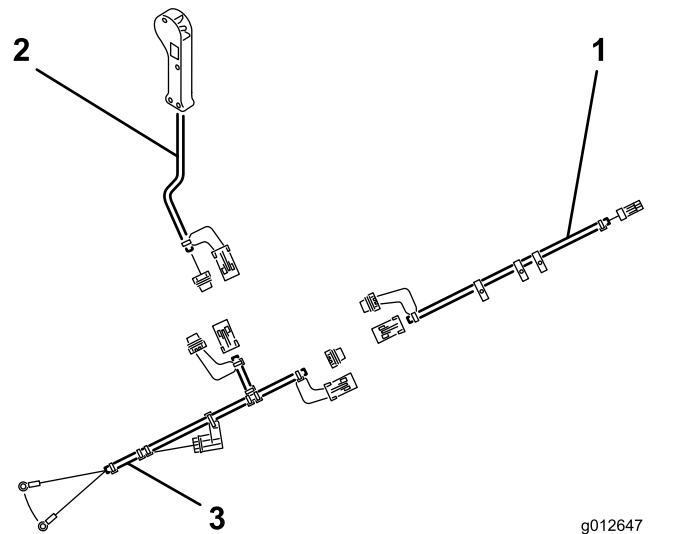

Bild 7
1. Stecken Sie den Steckverbinder des Topdresser-Kabelbaums in den elektrischen Steckverbinder am Magnetventil der Maschine (Bild 7).